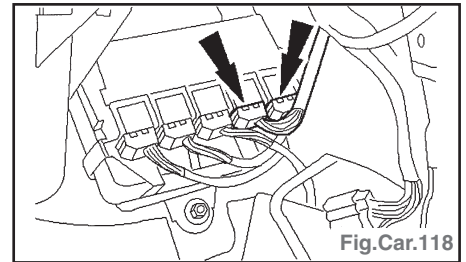

Fig.Car.118
- Débrancher les connecteurs de module électronique générique (**GEM**) (Fig. Car.118).